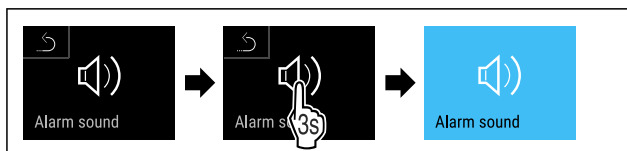

Fig. 92
- Proved'te akční kroky (viz Fig. 92).